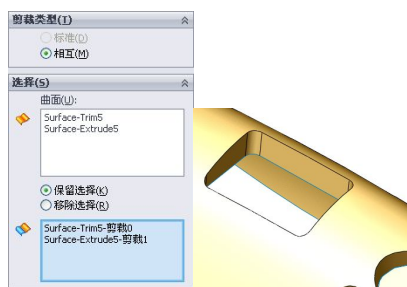

图 7-190 剪裁曲面特征
(3) 单击【曲面】工具栏中的【剪裁曲面】按钮，系统弹出【剪裁曲面】属性管理器。在【选择】选项组中，单击【剪裁曲面】选择框，在图形区域选择拉伸曲面 5 和剪裁曲面 5，选中【保留选择】单选按钮，并单击【保留的部分】选择框，在图形区域选择要保留的部分，生成剪裁曲面，如图 7-190 所示。